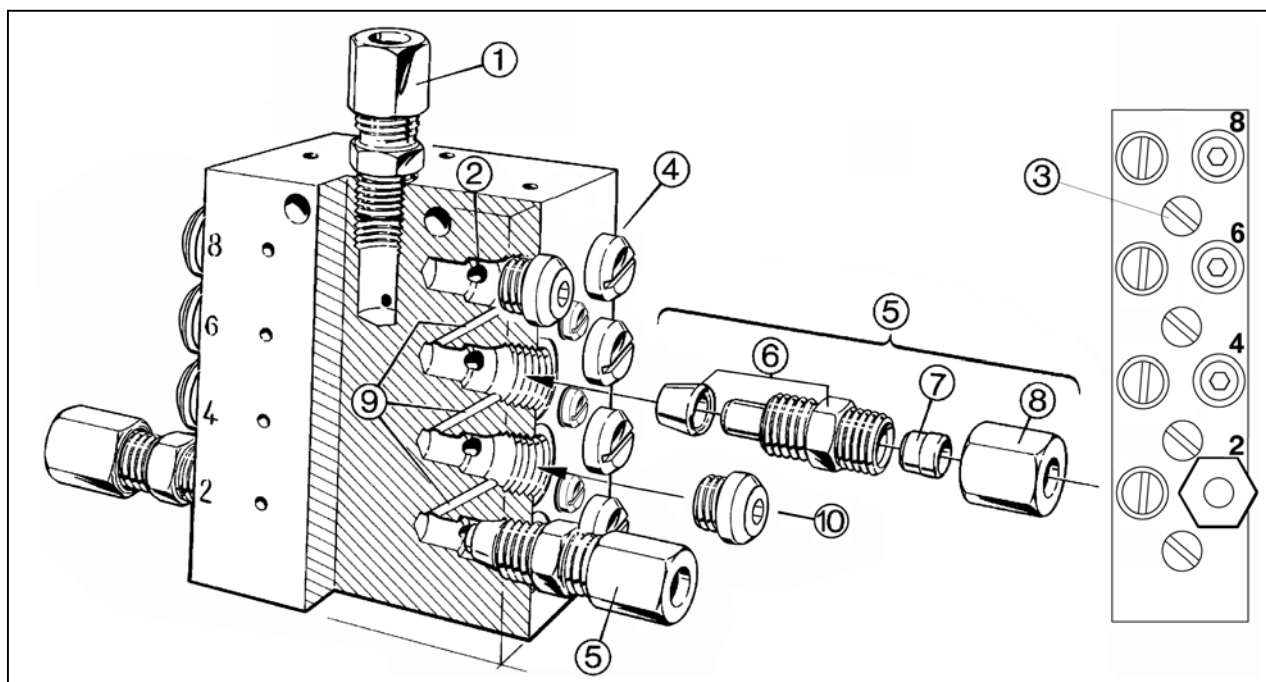
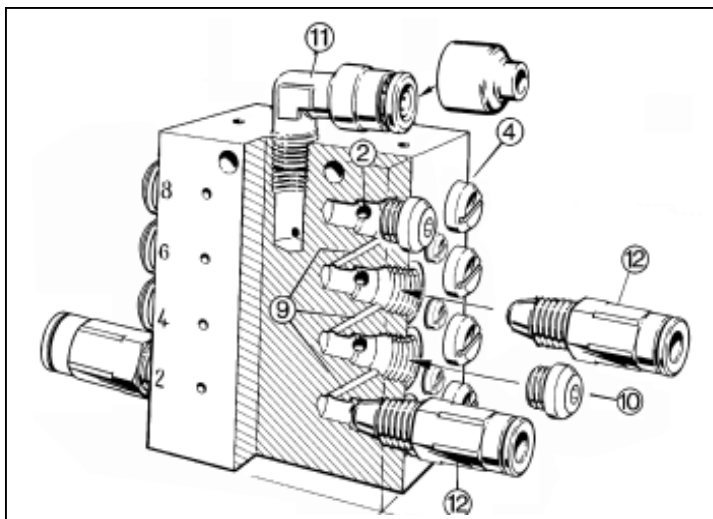

Рис.31 Разрез распределителя с применяемой соединительной арматурой
Рис.32 Быстросъёмное соединение
* В каждый необходимый выпуск монтируется комплектный штуцер (поз. 5, M 10 x 1 см. Рис.31 и Рис.32).
* Конусное уплотнение (Рис. 31) закрывает соединительные каналы (поз. 9) к другим выпускным каналам.
Примечание: На строительных и сельскохозяйственных машинах используют шланги высокого давления для трубопровода точек трения. В этих случаях вспомогательные распределители оснащаются согласно Рис.32